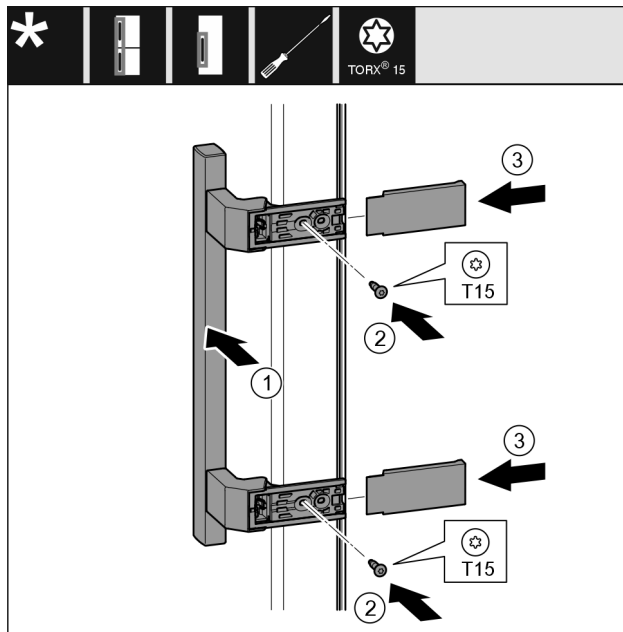

Fig. 11
- Placer la poignée du côté opposé. Fig. 11 (1)
- Serrer les vis au moyen d'un tournevis T15. Fig. 11 (2)
- Placer les recouvrements latéralement et les faire glisser. Fig. 11 (3)